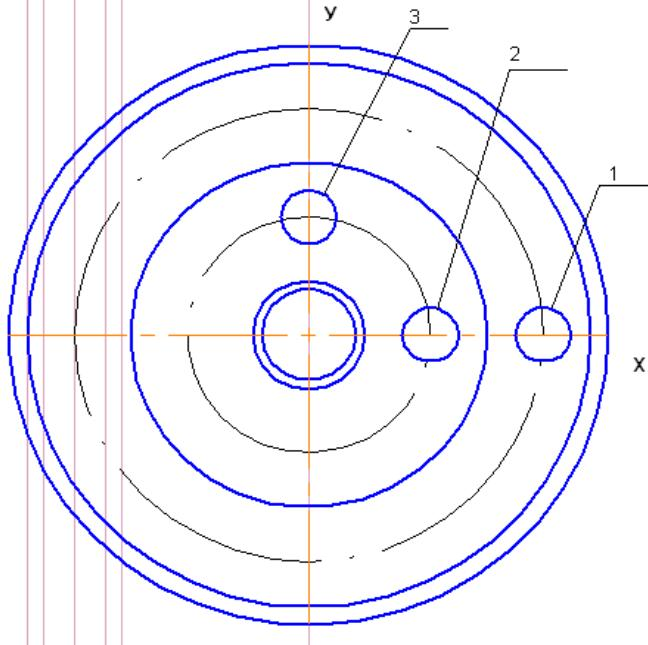

Рис. 17
- d.* На пересечении осевой линии X окружности и штрихпунктирной окружности диаметра 50 создайте еще одну **окружность диаметром 6** (стиль основная) (рис. 17, окружность 1).
e. создайте такую же окружность на пересечении осевой линии X окружности и штрихпунктирной окружности диаметром 26 (рис. 17, окружность 2).
g. Создайте **окружность диаметром 6** на пересечении осевой линии У и штрихпунктирной окружности диаметром 26 (рис. 17, окружность 3). Прервите команду.
а. Выберите вспомогательные перпендикулярные прямые и установите их по краям окружностей 1 и 2 (смотри рис. 17). Результат рис. 21.